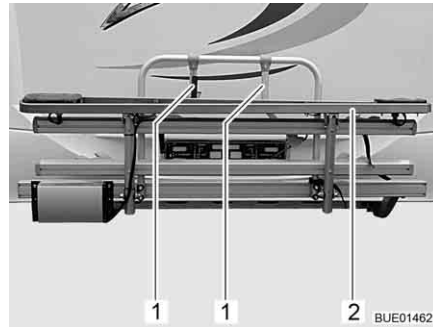
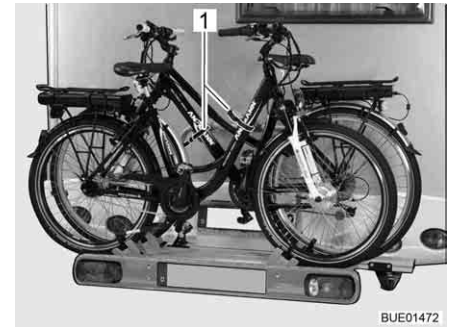

Fig. 5 Portabicicletas E-Bike
Fig. 6 Disposición de bicicletas eléctricas
- Soltar la correa y plegar hacia abajo el portabicicletas E-Bike (Fig. 5,2).
- Girar hacia fuera el brazo de sujeción (Fig. 5,1) más corto y fijar el tubo delantero del cuadro de la bicicleta eléctrica (Fig. 6,1) con correas.
- Girar hacia fuera el brazo de sujeción (Fig. 5,1) más largo y fijar el tubo delantero del cuadro de la bicicleta eléctrica (Fig. 6,1) con correas.